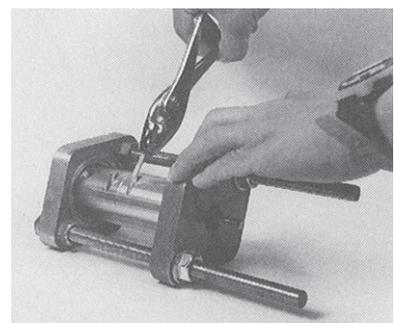

Fig.20
b) 起こした端部をプライヤーでつかみ、ロックリングを接線方向にシリンダから完全に引き抜く。(Fig.20)